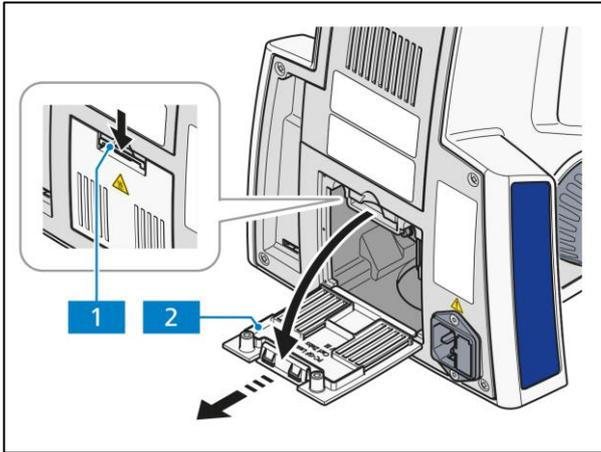

Abb. 3-15 Abdeckung abnehmen
- Klemmlasche (Abb. 3-15/1) der Abdeckung (Abb. 3-15/2) nach unten drücken. Abdeckung nach unten kippen, aus den Haltepunkten des Statives herausnehmen und ablegen.
- Unteren Rand der Abdeckung (Abb. 3-15/2) in die Haltenuten des Stativs einführen und nach oben kippen, bis die Klemmlasche (Abb. 3-15/1) einrastet.